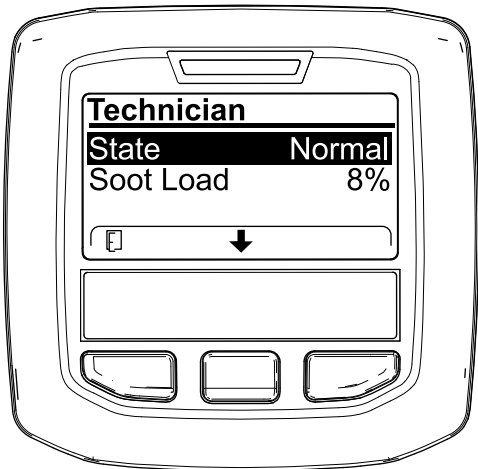

Figura 39
- Servitevi della tabella dell'operatività FAP per comprendere lo stato corrente dell'operatività del FAP (DPF) (Figura 39).